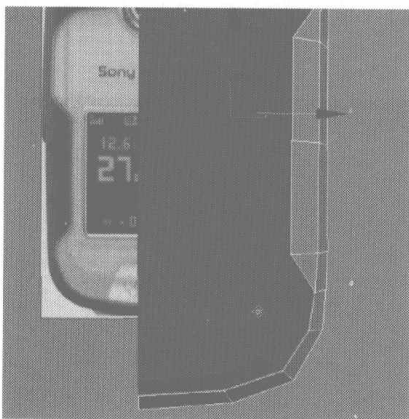

图 4.64
- 19** 选择如图 4.64 所示的面将其删除，然后单击右键，在弹出的快捷菜单中选择 Unhide All 命令，显示